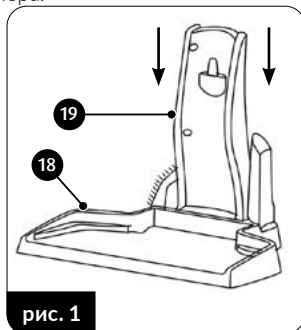

рис. 1
3. Зберіть док-станцію (підставку) правильно - прикріпіть корпус (19) до основи док-станції (18), як показано на малюнку (рис.1). Зняти док-станцію можна, звільнивши фіксатор під основою (18). Встановіть тримачі (22) в направляючі (21), в яких можна розмістити додаткові аксесуари пилососа.